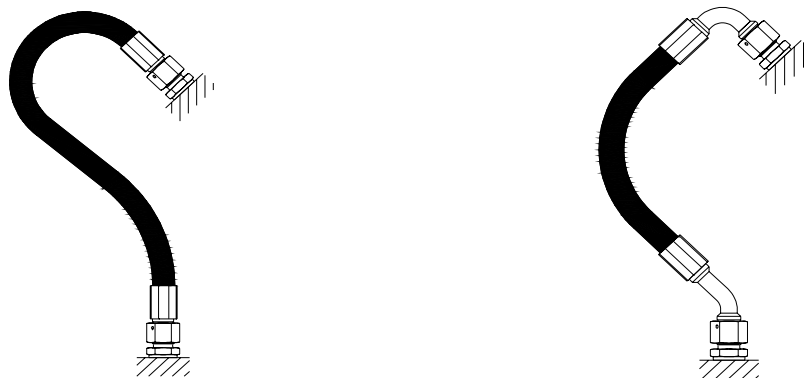

Fig.5 Montaggio errato
5. Utilizzare raccordi adeguati per evitare sollecitazioni aggiuntive al tubo flessibile non desiderate (Fig.5).
Use only suitable fittings in order to avoid additional and unexpected stress to the hose (Fig.5).